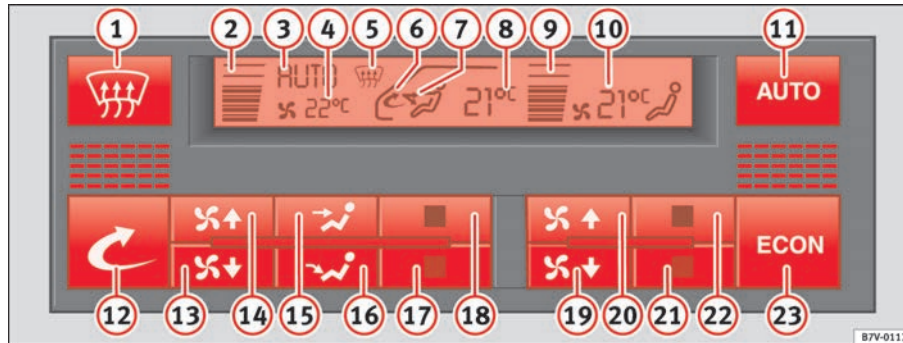

Abb. 117 Ausschnitt aus Instrumententafel: Bedienelemente Climatronic
- Drücken Sie die jeweilige Taste ⇒ Abb. 117, um eine Funktion ein- oder auszuschalten.